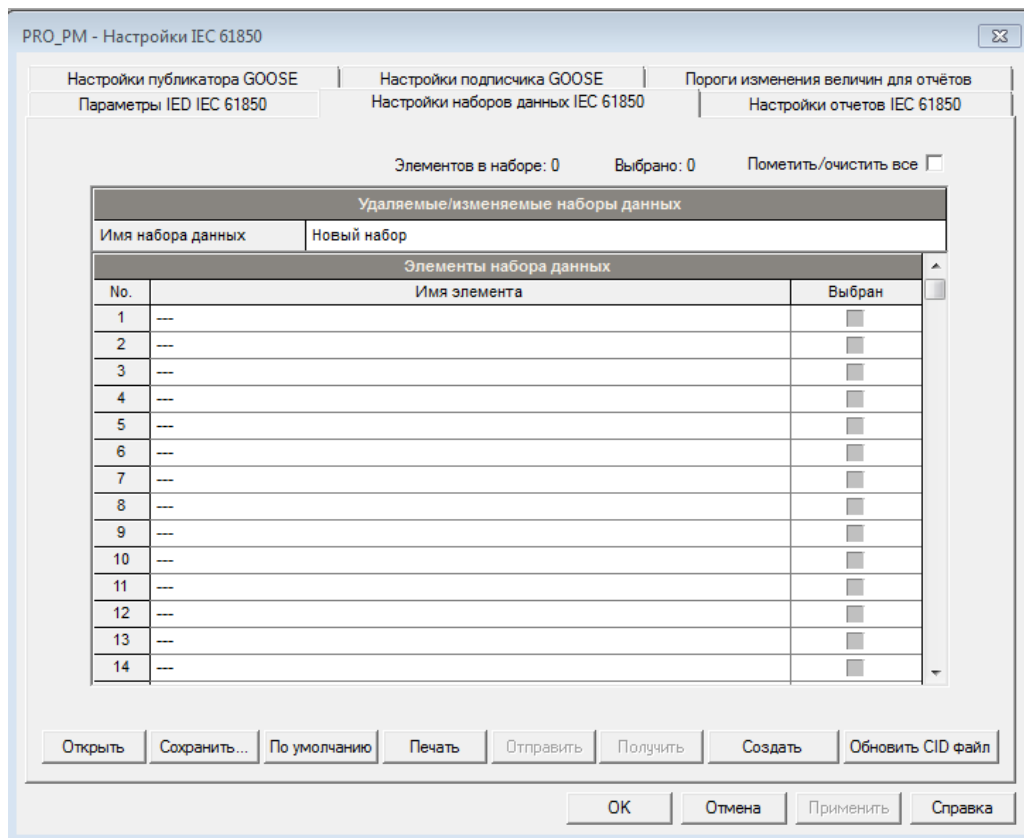

Рисунок 120 – Настройки наборов данных МЭК 61850
1. Выберите на панели меню ПО PAS «Настройки» – «Настройки ИЕС 61850», в открывшемся окне выберите вкладку «Настройки наборов данных ИЕС 61850» (рисунок 120).